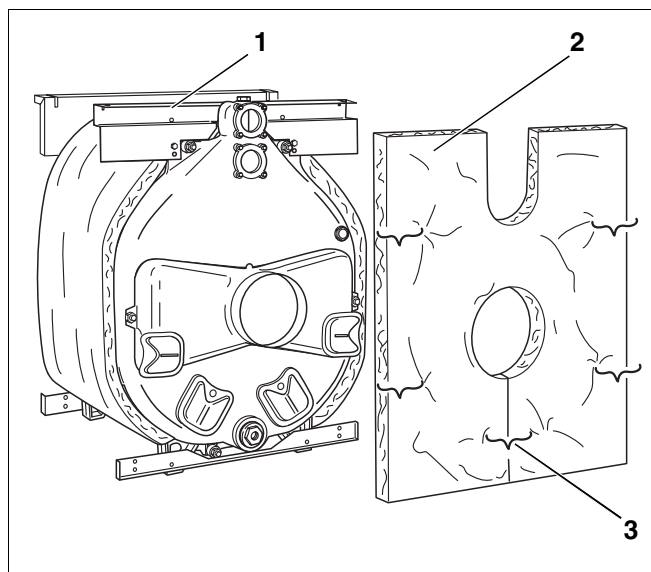

Fig. 33 Montaj – izolație termică pentru elementul posterior
- Izolația termică pentru elementul posterior (fig. 33, **poz. 2**) se montează peste stuțul de evacuare a gazelor. Decuparea pentru turul și returul cazanului trebuie să fie orientată în sus.
- Izolația termică pentru elementul posterior se agață cu două agrafe de traversa din spate, sus (fig. 33, **poz. 1**).
- Șlițul de sub stuțul de evacuare a gazelor se închide cu agrafe (fig. 33, **poz. 3**).
- Se scot agrafele aflate sub stuțul pentru evacuarea gazelor de ardere (vezi și fig. 33, pagina 24).